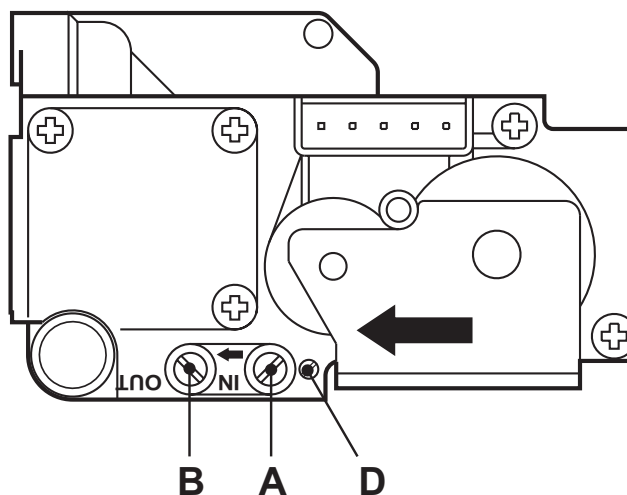

рис. 8 - Газовый клапан
- Подключите надлежащий манометр к контрольной точке "B" рис. 8, расположенной после газового клапана
- Отрегулируйте минимальное давление с помощью регулировочного винта "D" рис. 8, поворачивая его по часовой стрелке для уменьшения и против часовой стрелки для увеличения.